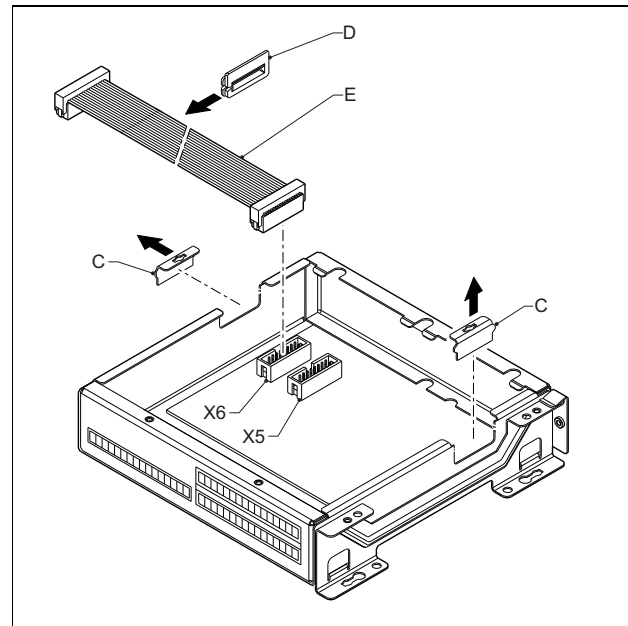
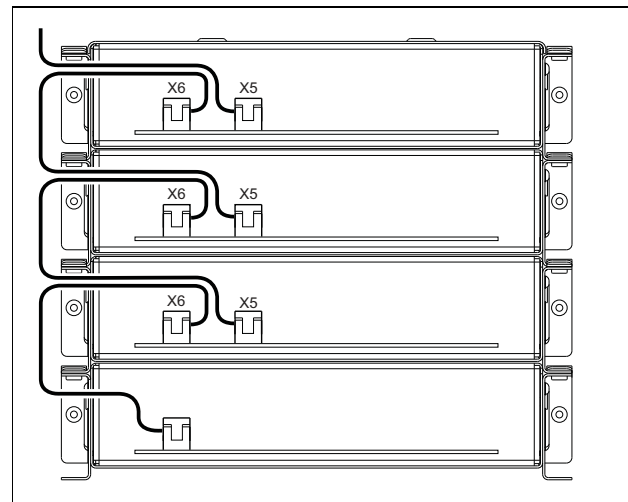
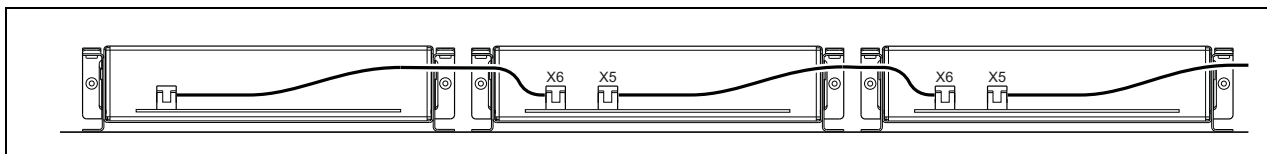

рисунок 20.9: Снятие выбивного отверстия
рисунок 20.10: Прокладка ленточного кабеля (при установке модулей штабелями)
рисунок 20.12: Прокладка ленточного кабеля (при установке модулей рядом)
- 2 Выньте выбивные отверстия для ввода кабелей (C) для установки крепежных втулок в модулях (см. рисунок 20.9). Эта процедура зависит от запланированной установки модулей (штабелями, см. рисунок 20.10 или рядом друг с другом, см. рисунок 20.12).
- 3 Установите крепежную втулку (D) на ленточные кабели (E).
- 5 Проведите ленточный кабель к другому модулю (см. рисунок 20.10 или рисунок 20.12) и установите крепежную втулку в выбивное отверстие.
Если модули ставятся не друг на друга, а рядом, то установите на место крышки всех модулей (см. рисунок 20.12).